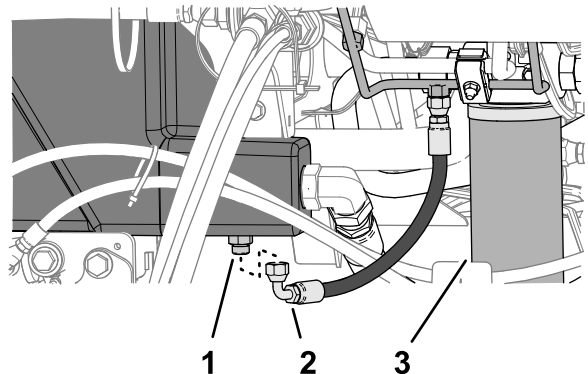

図 151
2. 油圧オイルタンクのストレートフィッティング **図 151**の下にオイル回収用の大きな容器を置く **油圧オイルの容量** (ページ 75)を参照。